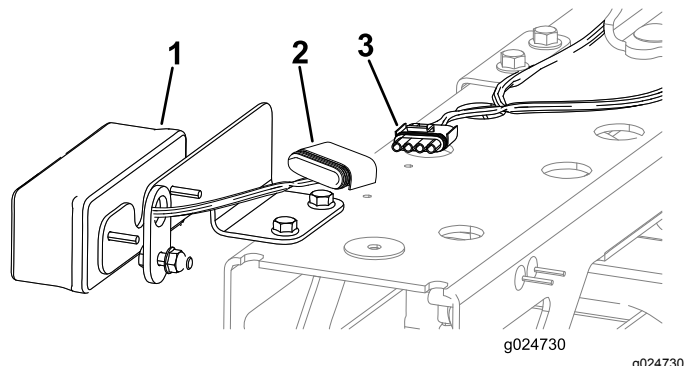

Bild 59
4. Schließen Sie die elektrischen Blinkeranschlüsse (**Bild 59**) wie folgt an: